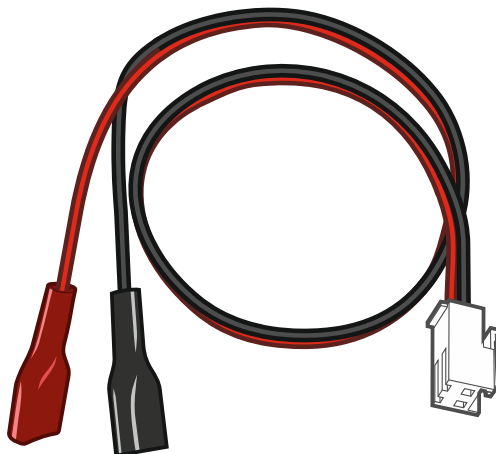

Abb. 3. Leiter zum Anschluss des Akkumulators (rot +, schwarz -).
- ② RESET-Pins zur Inbetriebnahme der Zentrale in Notfällen (siehe: „Notstart der Zentrale“ S. 21).
- ③ RS-232-Schnittstelle (TTL).
- ④ Schnittstelle zum Anschluss der Leitungen an den Akkumulator. Die Leitungen sind im Lieferumfang enthalten (Abb. 3).
- ⑤ Kabel, das mit einem Stecker zum Anschluss der Antenne beendet ist. Wenn die Zentrale in einem Kunststoffgehäuse montiert ist, können Sie eine Antenne zur Montage im Gehäuse verwenden (diese Antenne wird mit der Zentrale geliefert). Wenn die Zentrale in einem Metallgehäuse montiert ist, verwenden Sie eine Antenne zur Montage auf dem Gehäuse oder zur Montage in einer gewissen Entfernung vom Gehäuse.
- ⑥ LED-Diode SIM1. Leuchtet, wenn die im Steckplatz SIM 1 montierte Karte aktiv ist.
- ⑦ LED-Diode SIM2. Leuchtet, wenn die im Steckplatz SIM 2 montierte Karte aktiv ist.
- ⑧ Steckplatz SIM1 zur Montage der ersten SIM-Karte.
- ⑨ Steckplatz SIM2 zur Montage der zweiten SIM-Karte.
- ⑩ Kommunikationsanschluss zum Anbinden des Moduls PERFECTA-RF.
- ⑪ Mini-Klinkenbuchse zum Anschluss des Mikrofons.